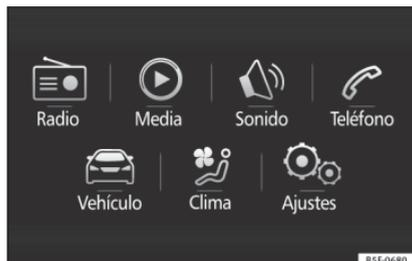

Fig. 33 Easy Connect: Menú principal.
- Pulse la tecla **MENU** del sistema y posteriormente el botón **CAR** »» fig. 33, o la tecla **CAR** del sistema, para ir al menú **CAR** »» fig. 34.